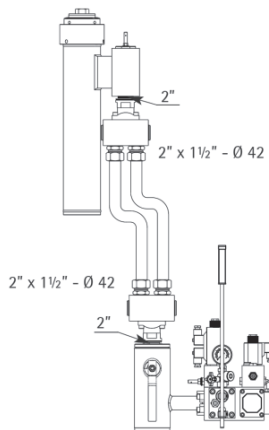

Fig. 12 – Conexión con dos tubos rígidos Ø42
- Con dos tubos de acero diámetro 42 mm. en paralelo y dos racores de 3 vías 1 ½" x 2" x 1 ½" (ver Fig. 12).